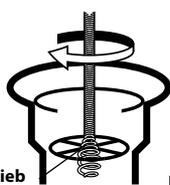

Abbildung 3
- Bei vielen Abläufen kann die Spirale durch das Ablaufsieb geführt werden (*siehe Abbildung 3*).